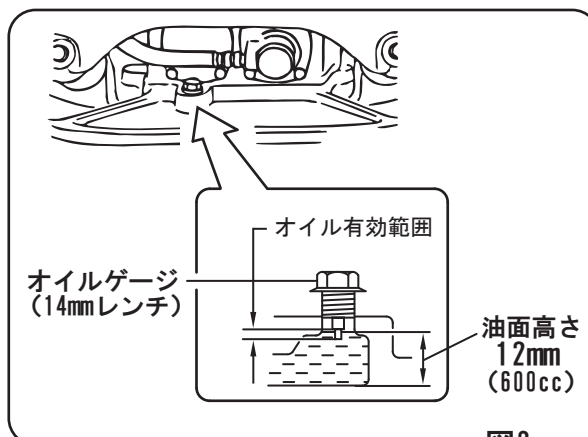

図2
- g. 機械を水平にして起振体のオイルゲージを外し、オイルが規定量入っているか点検して下さい。潤滑油はエンジンオイルSAE10W-30を入れて下さい。油量は600ccです。(図2)